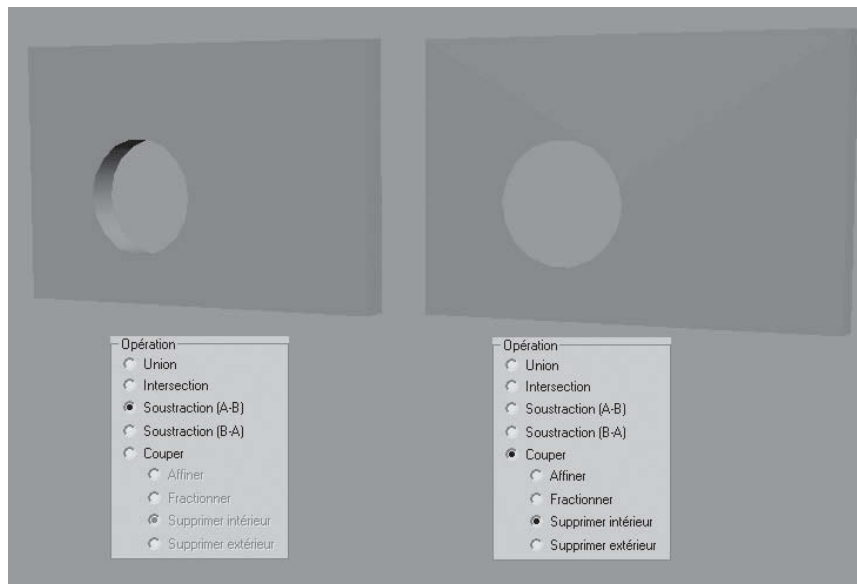

Fig.2.67
- ▶ **Supprimer extérieur** : supprime toutes les faces de l'opérande A situées à l'extérieur de l'opérande B. Cette option modifie et supprime les faces de l'opérande A situées à l'extérieur de la zone d'intersection avec l'opérande B (fig. 2.67). Elle fonctionne comme l'option Intersection, excepté que 3ds max n'ajoute aucune face de l'opérande B. Utilisez cette option pour supprimer des zones spécifiques de la géométrie.